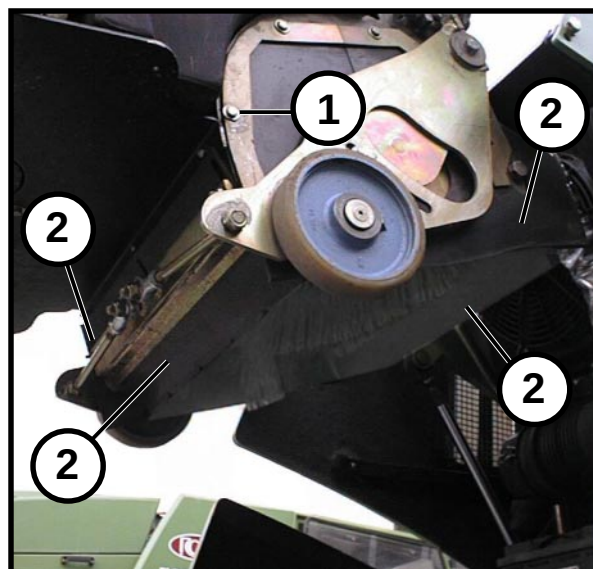

FIG. 25 FLAPS SUR BOUCHE DE CHARGEMENT
- Dévisser les vis de fixation 1 (FIG. 25)